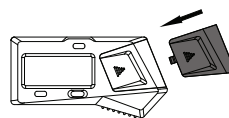

Abb. 3
- Schließen Sie den Batteriefachdeckel (Abb.3)